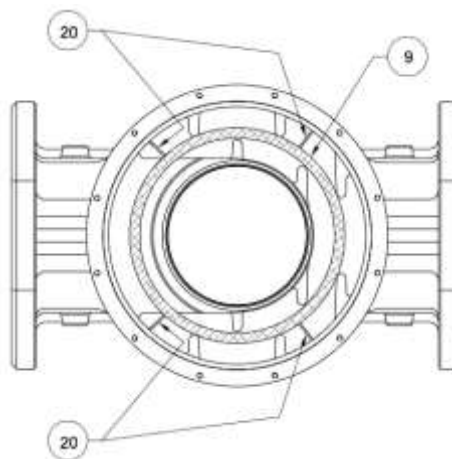

Рис. 11
- **DN 65 ÷ DN 150:** (см. рис. 2 и 3) при помощи газового ключа (№2-№3) вывернуть гидравлический тормоз (13) и снять электромагнитную катушку (2). Отпустить винты крепления крышки (11) и снять крышку (12) с корпуса клапана (6). Проверить состояние затвора (7), прочистить или, при необходимости, заменить манжету затвора (8). Прочистить или, при необходимости, заменить фильтрующий элемент (10) (правильное положение фильтрующего элемента см. на рис. 11). Затем собрать клапан, выполняя обратную последовательность действий.